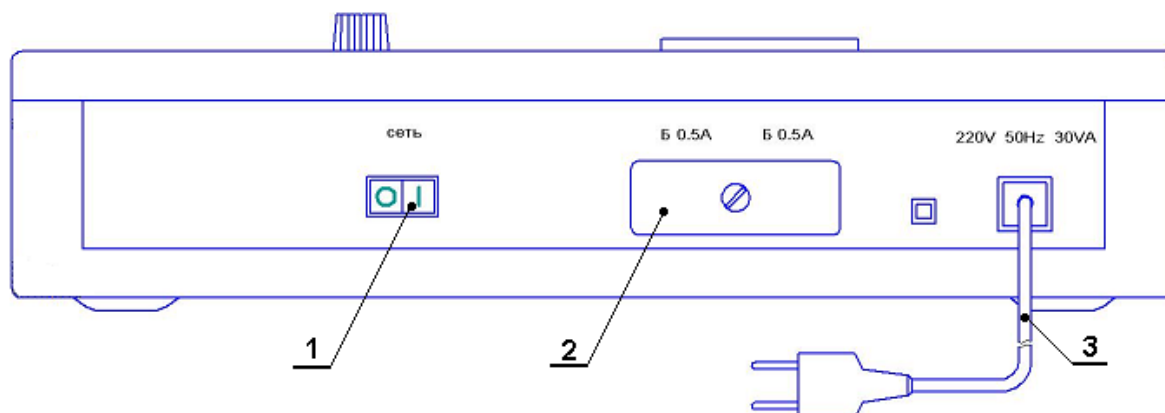

Рисунок 2.2 – Вид боковой стенки
2.4.1 Органы управления, подключения и индикации расположены на верхней панели (рисунок 2.1) и на правой боковой стенке (рисунок 2.2).